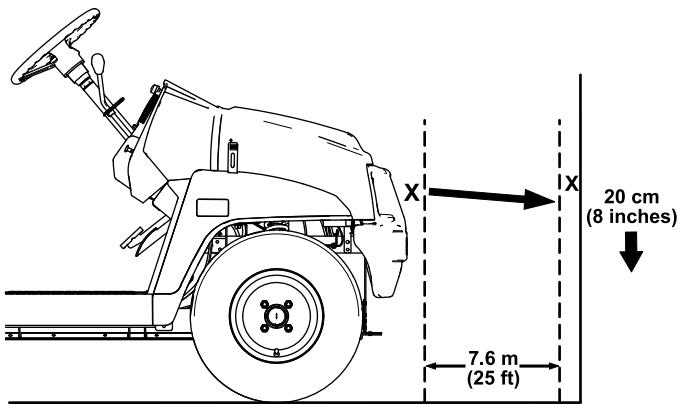

図 48
1. 平らな場所で、ヘッドライトを壁に向け、ライトと壁の距離が 7.6 m 程度になるように駐車する 図 48。
ヘッドライトのビームの最も明るい部分が、壁に付けた印の約 20 cm 下を照らしていればよい 図 48。